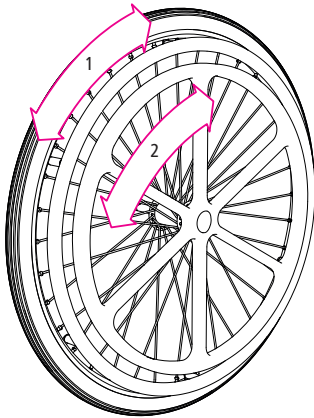

Abb.13
1. Zur Geradeausfahrt werden beide Greifringe gemeinsam angeschoben (1+2, Abb. 13).
2. Beim Kurvenfahren/Wenden steuert der größere Greifring (1, Abb. 13) die aktive und der kleinere (2, Abb. 13) die passive Seite.